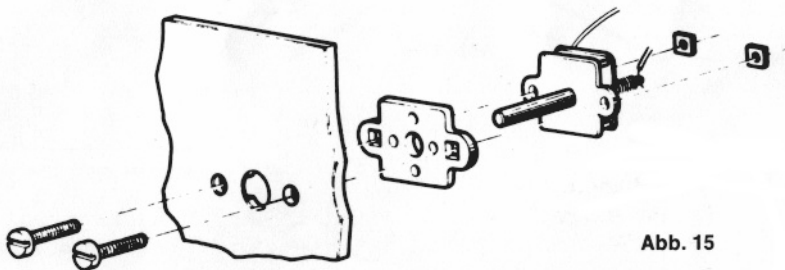

Abb. 15
4.3.1. **Drehkondensator (12)**
Lege über den Drehkondensator das schwarze Zwischenstück (24) und stecke dann die Achse von innen durch das Loch in der Vorderplatte. Befestige ihn mit zwei Schrauben (36) und Muttern (33) gemäß Abbildung 15. Die Anschlußdrähte werden mit Spiralfedern (22) in den Ösen befestigt.